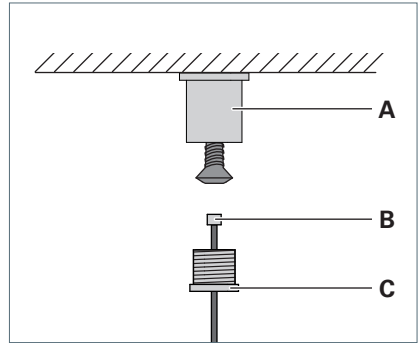

Fig. 10: Montaggio dell'elemento di fissaggio al soffitto.
- Avvitare al soffitto il manicotto **A** utilizzando una vite idonea, vedi Fig. 10.